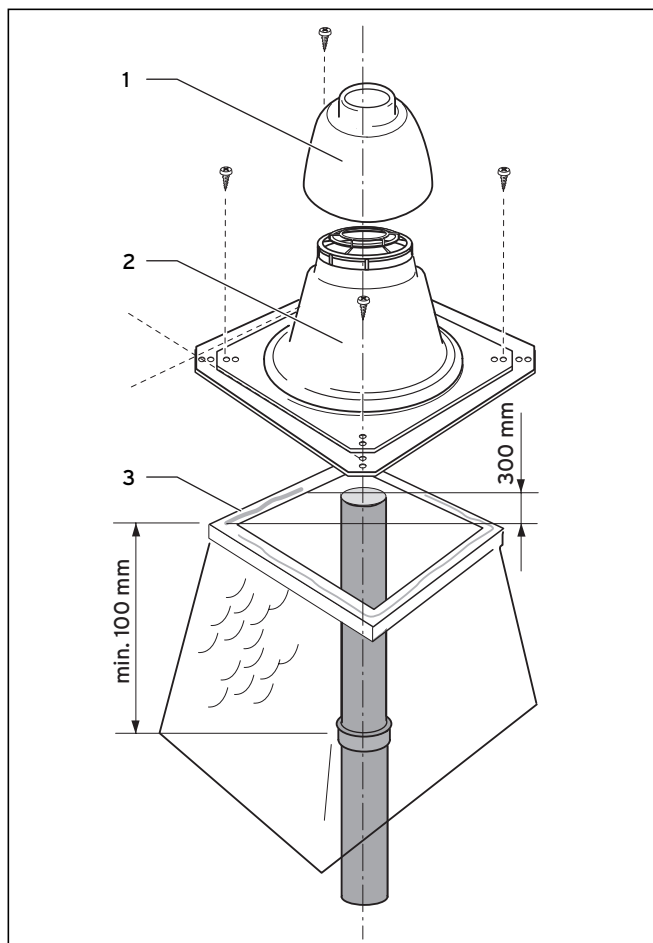

Рис. 5.31 Монтаж шахтной насадки
- Повторяйте соединение труб до тех пор, пока не сможете вставить нижнюю трубу в отвод с опорной консолью, а самая верхняя труба не позволит монтаж шахтного перекрытия по рис. 5.31.